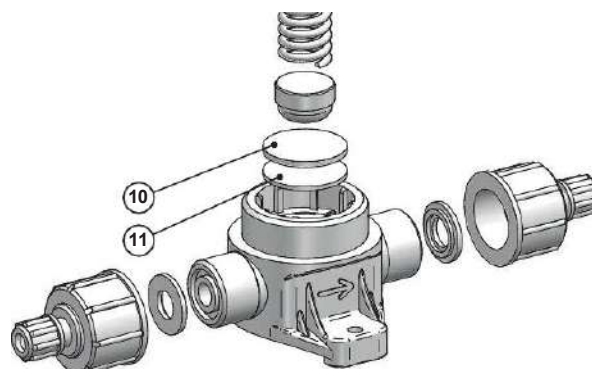

Fig. 15: Eksplosionsbillede af trykvedligeholdelses- og overløbsventiler DN6 med membran af EPDM-PTFE
2. Skru trykjusteringsskruen (2) af ventilhætten (4).
3. Løsn omløbermøtrikken (1).
5. Fjern membranen (8), fjederpladen (7), trykfjederen (6) og skiven (5). Trykvedligeholdelses- og overløbsventiler med membraces lavet af FPM (Viton) og EPDM indeholder en membran. Trykstop- og overløbsventiler DN6 med membraner lavet af EPDM-PTFE indeholder to membraner (10 og 11, fig. 15).